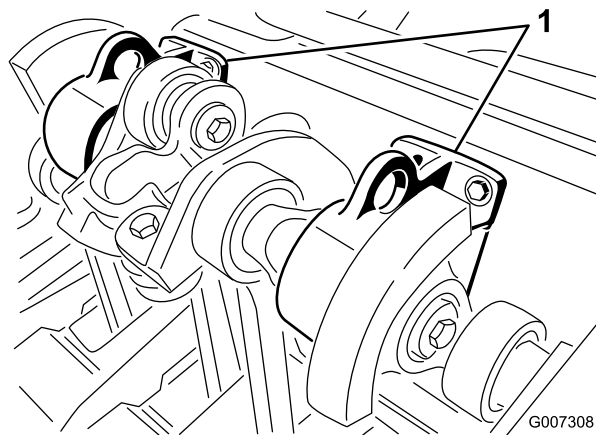

Figura 23
**Nota:** Se disponibile, può essere utilizzato un verricello per sollevare la parte posteriore dell'arieggiatore ProCore. Utilizzate i ganci ad occhiello della sede dei cuscinetti della testa di carotatura come punti di attacco del verricello (Figura 23)